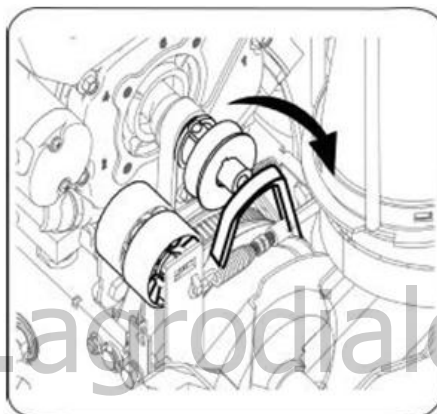

Рисунок 26
3. Снимите ремень шнека со шкива двигателя (рис.26).